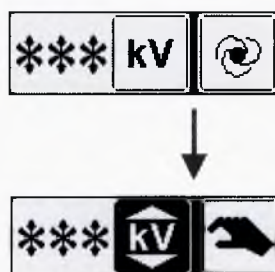

Рисунок 87
– выберите данный режим на панели управления (см. рисунок 87);